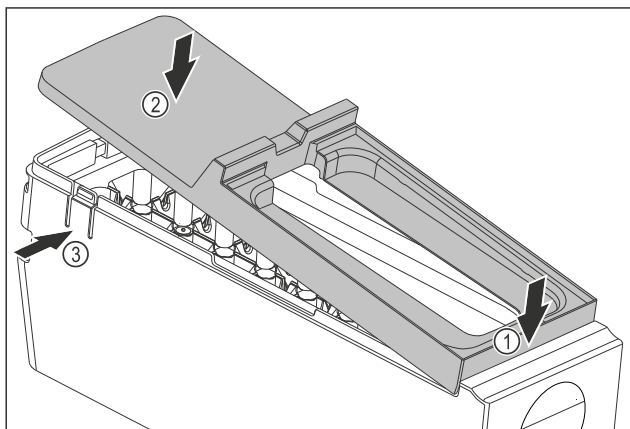

Fig. 134
- Смонтируйте крышку корпуса EasyTwist-Ice: Установите крышку спереди. Fig. 134 (1)
- Опустите крышку сзади. Fig. 134 (2)
- ▷ Крышка со щелчком фиксируется в накладках Fig. 134 (3).